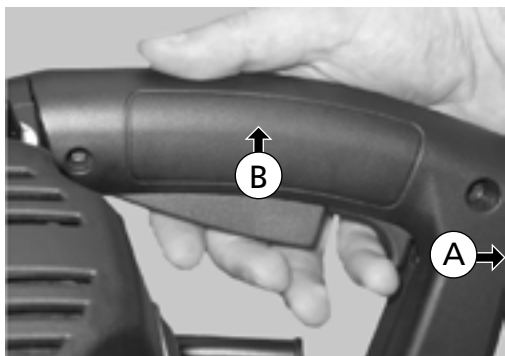

Fig. 11
Para ligar a serra de fita, empurre para trás o actuador de desbloqueio (A) e depois levante o actuador de arranque (B) - (Fig. 11).